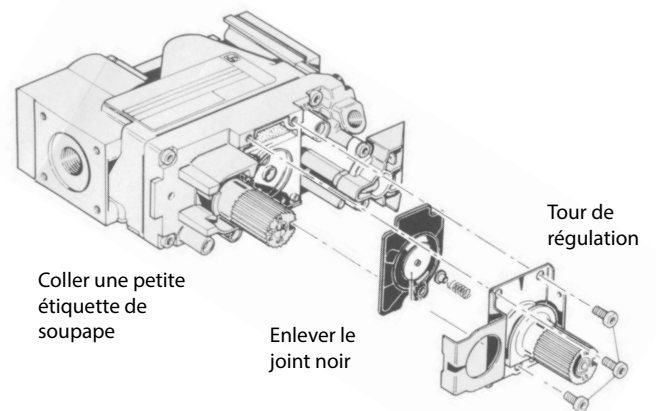

Figure 7.6. Conversion du régulateur.
6. CHANGEZ LA TOUR DU RÉGULATEUR VARIABLE sur la soupape de commande de gaz. Voir la figure 7.6.